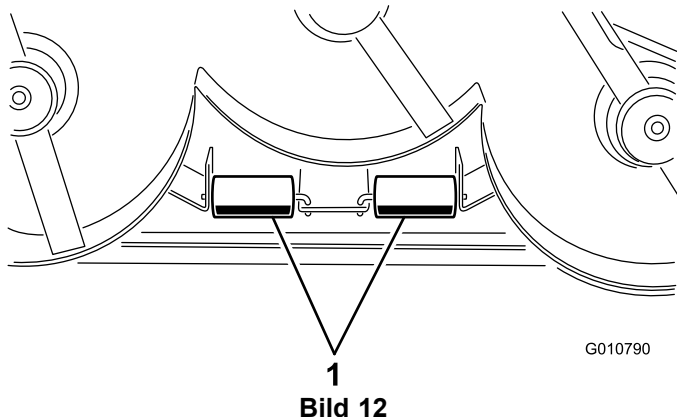

Bild 12
1. Nehmen Sie die Splints ab, mit denen die Rollenwellen an den Halterungen an der Unterseite des Mähwerks befestigt sind (Bild 12).